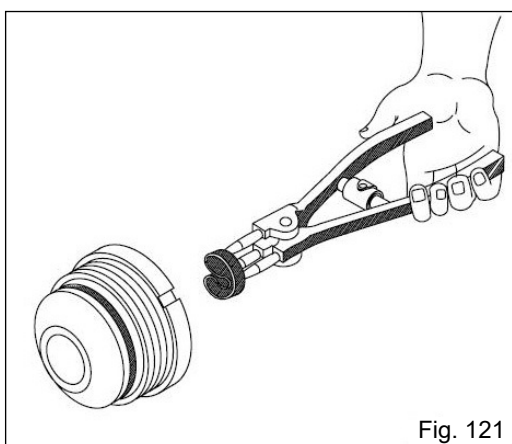

Fig. 121
b) Introduza a gaxeta na furação do guia da haste até a altura do alojamento e solte a gaxeta acomodando-a no lugar (Fig. 121);